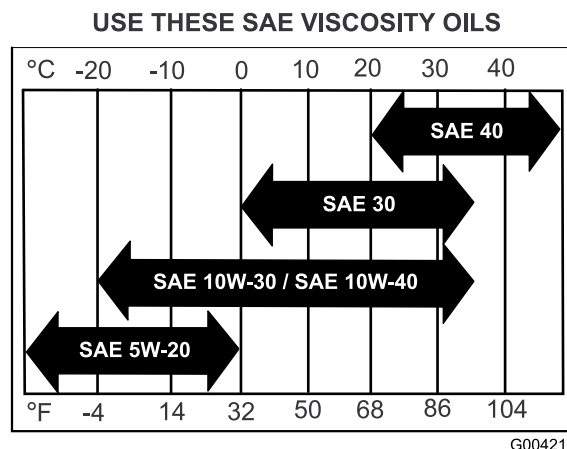

Figure 29
- Remplissez le carter moteur de l'huile spécifiée; voir Figure 29.